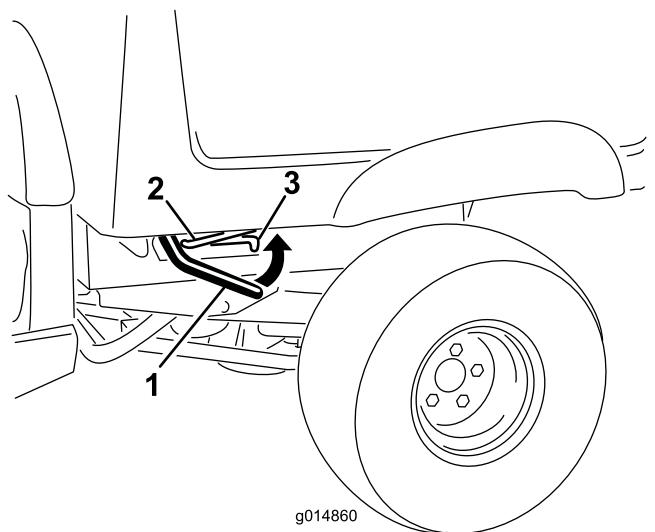

Figura 3
1. Levante la palanca de enganche situada en cada lado de la máquina, cerca de la esquina delantera de la plataforma de carga, y eleve totalmente la plataforma (Figura 3).
2. Sujete la plataforma de carga colocando la varilla de sujeción en la muesca trasera situada al final de la ranura situada en el lado izquierdo de la máquina (Figura 3).
8. Levante la palanca de enganche situada en cada lado de la máquina, cerca de la esquina delantera de la plataforma de carga (Figura 3).